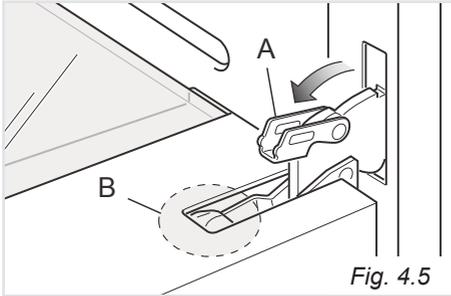
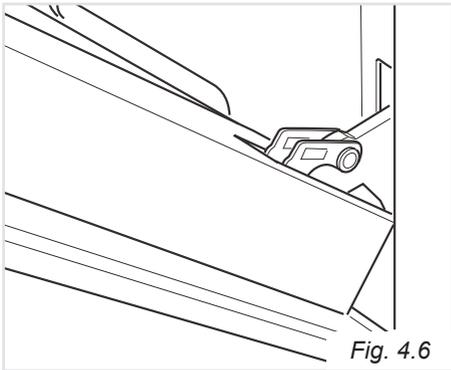

Fig. 4.5
Fig. 4.6
- Aprire completamente la leva "A" delle cerniere destra e sinistra (fig. 4.5).
- Socchiudere dolcemente la porta (fig. 4.6) fino a quando le leve "A" delle cerniere destra e sinistra si agganciano alla parte "B" della porta (fig. 4.5).
- Socchiudere dolcemente la porta (fig. 4.5) fino a quando le leve "A" delle cerniere destra e sinistra si agganciano alla parte "B" della porta (fig. 4.6).
- Assicurarsi che la porta sia bloccata aperta (vedere fig. 4.6).